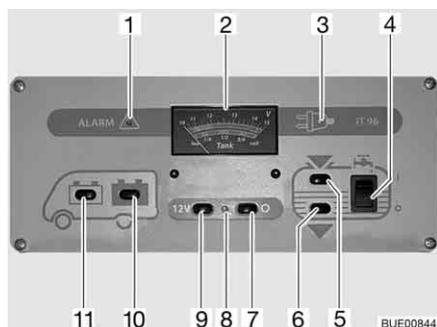

Fig. 140 Pannello di controllo IT 96-2
L'interruttore principale a 12 V (Fig. 140,7 e 9) inserisce o disinserisce il pannello di controllo e l'alimentazione a 12 V dell'abitacolo.
*Accensione:* ■ Premere l'interruttore (Fig. 140,9) "12 V": L'alimentazione a 12 V dell'abitacolo è inserita. La spia di controllo (Fig. 140,8) diventa verde.
*Spegnimento:* ■ Premere l'interruttore (Fig. 140,7) "O": L'alimentazione a 12 V dell'abitacolo è disinserita. La spia di controllo (Fig. 140,8) si spegne.
Per l'indicatore volt/serbatoio (Fig. 140,2) leggere la scala superiore. L'indicatore si illumina automaticamente appena viene premuto un interruttore.
*Indicazione:* ■ Premere l'interruttore (Fig. 140,11) : Viene indicata la tensione della batteria di avviamento.
■ Premere l'interruttore (Fig. 140,10) : Viene indicata la tensione della batteria dell'abitacolo.
Per l'indicatore volt/serbatoio (Fig. 140,2) leggere la scala inferiore. L'indicatore si illumina automaticamente appena viene premuto un interruttore.
- Premere l'interruttore (Fig. 140,5) "": Viene indicato il livello del serbatoio dell'acqua.
- Premere l'interruttore (Fig. 140,6) "": Viene indicato il livello del serbatoio delle acque grigie.
- Premere in alto l'interruttore a bilico (Fig. 140,4) "I": L'alimentazione idrica è accesa.
- Premere l'interruttore a bilico in basso (Fig. 140,4) "O": L'alimentazione idrica è spenta.
La spia luminosa rossa "ALARM" (Fig. 140,1) inizia a lampeggiare non appena la tensione della batteria dell'abitacolo scende al di sotto di 11 V (misurazione durante il normale esercizio) con conseguente rischio che la batteria si scarichi troppo.
La spia di controllo a 12 V (Fig. 140,8) si accende non appena l'interruttore principale a 12 V (Fig. 140,9) viene inserito.
La spia gialla di controllo a 230 V (Fig. 140,3) si accende quando all'ingresso della centralina elettrica è presente una tensione di rete.